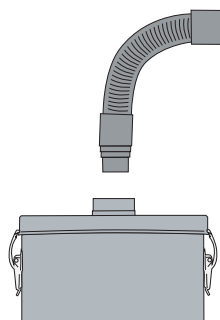

figure 8
2. Retirer le flexible de l'adaptateur sur le couvercle de l'appareil (**figure 8**).